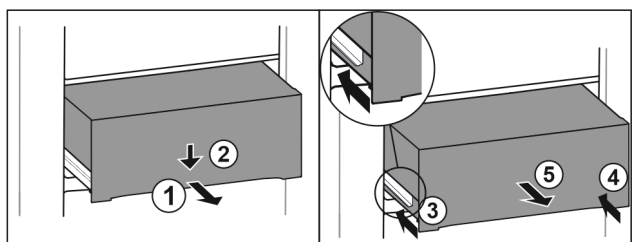

Fig. 155
- ▶ Zásuvku napůl vytáhněte. Fig. 155 (1)
- ▶ Stlačte zásuvku na přední straně dolů. Fig. 155 (2)
- ▶ Zasuňte levou kolejničku přibližně do 2 cm. Fig. 155 (3)
- ▶ Zasuňte pravou kolejničku přibližně do 2 cm. Fig. 155 (4)
- ▶ Vyjměte zásuvku dopředu. Fig. 155 (5)